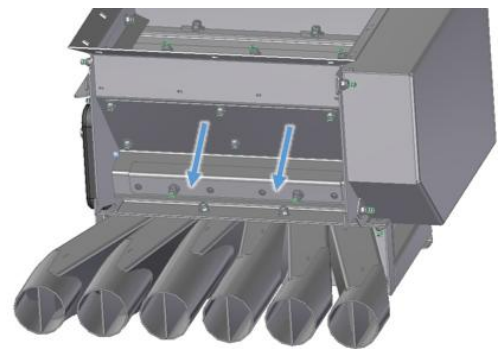

Figura 39
- Primero se debe aflojar la chapa de fijación con la llave de vaso proporcionada para poder ajustar la escobilla inferior (véase Figura 39).